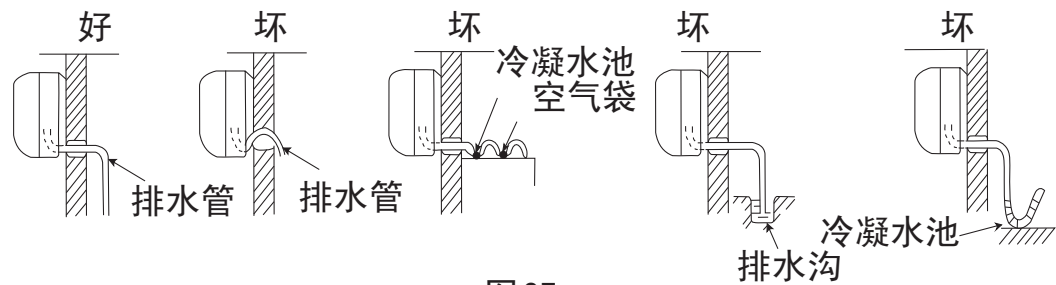

图 27
- 1 用附件 ⑬ 排水管与室内机组的出水管连接起来。
- 2 如要使冷凝水流得舒畅，排水管应倾斜少许，如图27所示。